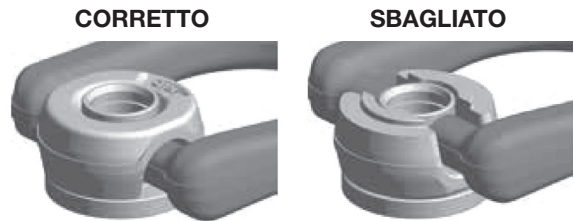

Fig. 6: Corretto montaggio del manicotto
- C. Posizionare il supporto dell'anello sul manicotto in modo che le sporgenze dell'anello si adattino perfettamente alle cavità del supporto dell'anello. Verificare che il manicotto sia montato correttamente (vedi fig. 6).